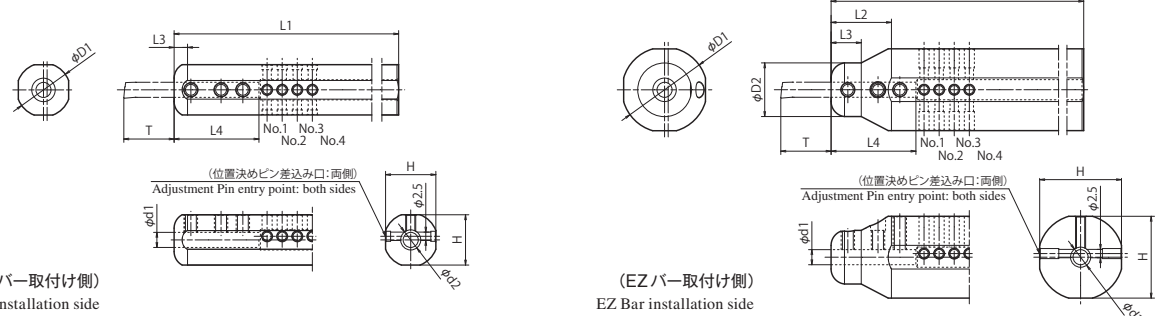

図1 Fig.1 図2 Fig.2
<p>〈S-SCLC型〉</p> 	<p>最大突出し量 L/D ≈ 3 Maximum overhang length</p>  <p>・本図は右勝手 (R) を示す Right-hand shown ・右勝手 (R) ホルダには左勝手 (L) チップが適合します Left-hand Insert for Right-hand Toolholder</p> <p>図1 Fig.1 図2 Fig.2</p>